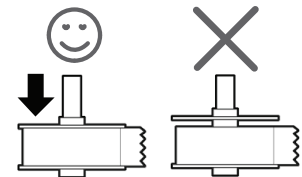

Figura 2
- O guia do carretel de etiquetas deve ser pressionado para ficar nivelado em relação ao rolo de etiquetas, sem folgas. Consulte Figura 2.
- 5 Deslize o guia da bobina no lado direito da bobina e pressione-o firmemente de encontro à lateral do rolo de etiquetas, **sem deixar folga** entre o rolo e a bobina. Consulte Figura 2.